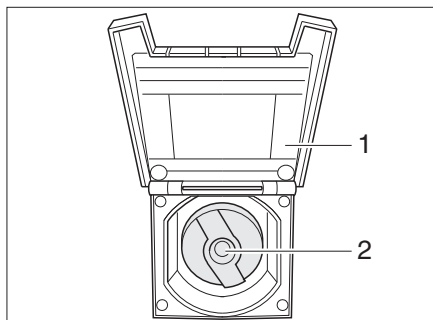

Fig. 135 Tapa de cierre para el tubo de llenado de agua potable
- Abrir la tapa de cierre (Fig. 135,1) para el tubo de llenado de agua potable.
- Introducir la llave en el cilindro de cierre (Fig. 135,2) y girarla un cuarto de vuelta en sentido contrario a las agujas del reloj.
- Cerrar la tapa de cierre (Fig. 135,1).
- Abrir el tubo de llenado de agua potable (Fig. 135).